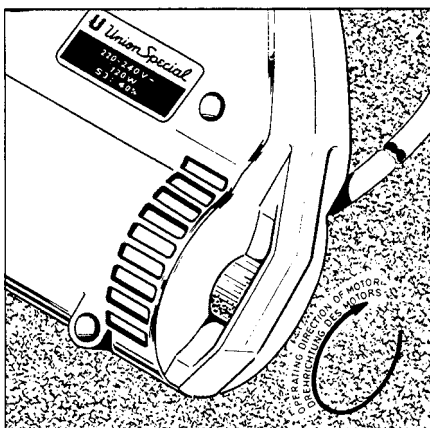
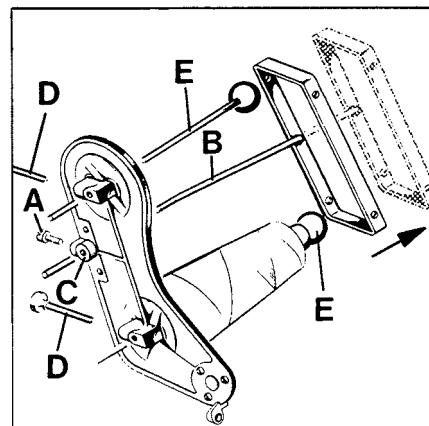

Fig.2
Fig.3
Check by turning the motor handwheel in operating direction (see Fig. 2) if the machine works. A slight resistance will be felt as the feed dog rises. Loosen screw (A, Fig. 3) and set thread rod (B) so that its lower end is flush with the underside of thread cone support (C). Retighten screw (A).
Prüfen Sie durch Drehen des Motor-Handrades in Drehrichtung (siehe Fig. 2), ob die Maschine arbeitet. Beim Hochgehen des Transporteurs wird ein leichter Widerstand spürbar.
Lösen Sie die Schraube (A, Fig. 3), und stellen Sie die Fadenstange (B) so, daß ihr unteres Ende mit der Unterseite des Garnrollenträgers (C) bündig ist. Ziehen Sie die Schraube (A) wieder an.
Loosen thumb screw(s) (D, Fig. 3) in the thread cone support, pull out the spool pin(s) (E) and remove the empty thread cone(s).
Lösen Sie die Rändelschraube(n) (D, Fig. 3) im Garnrollenträger, ziehen Sie den (die) Spulenstift(e) heraus und entfernen Sie die leere(n) Garnrolle(n).